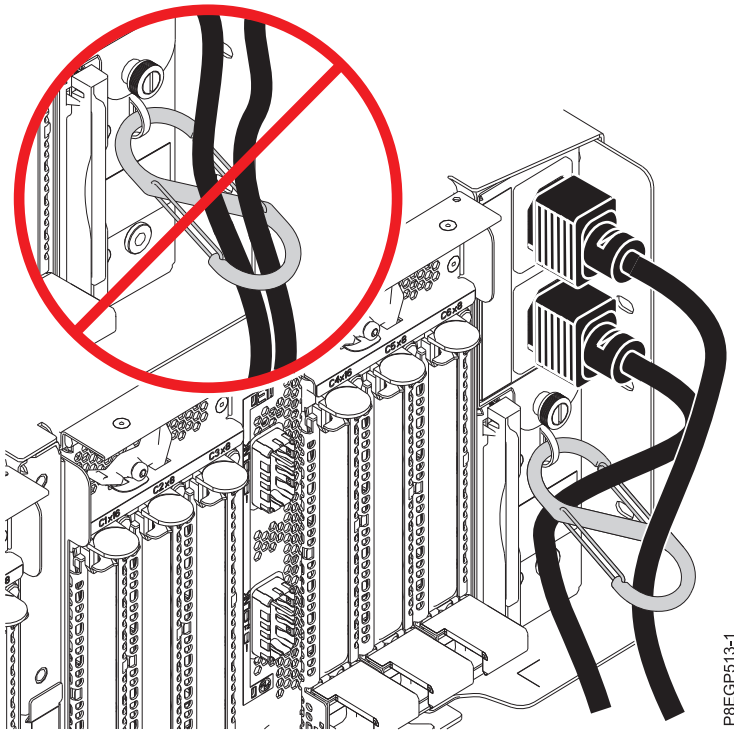

図 17. S 字形のカラビナを通した電源ケーブルの配線と電源への接続
- b. 電源ケーブルを、PCIe3 6 スロット・ファンアウト・モジュールやモジュールに邪魔されないよう、S 字形のカラビナを通して配線します。『図 17』を参照してください。
- c. 電源ケーブルのもう一方の端を、設置しようとしている PCIe3 拡張ドロワー上の電源装置に接続します。『図 17』を参照してください。